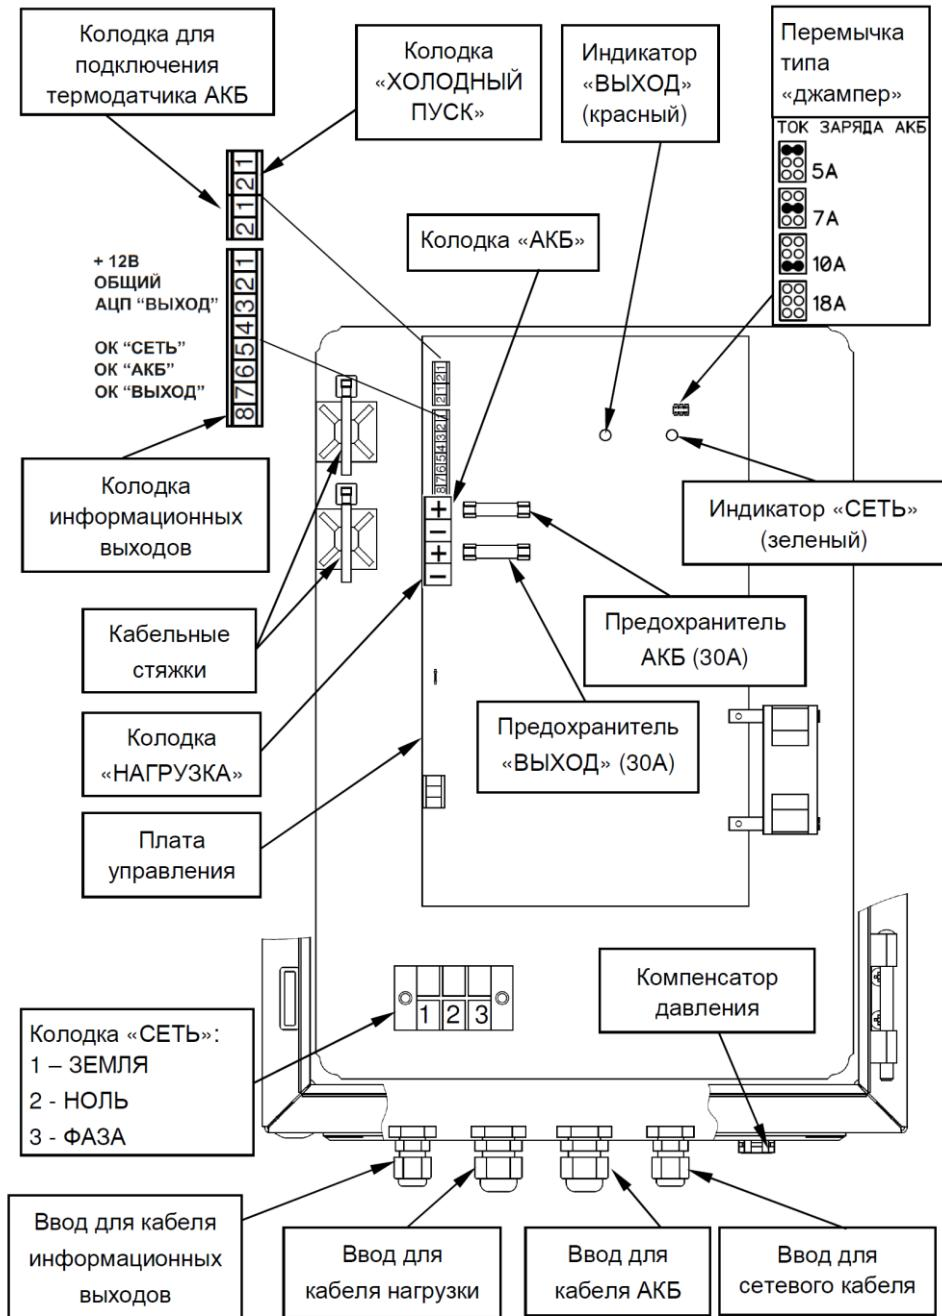

Рисунок 2. Вид изделия с открытой дверцей.
- возможность восстановления работоспособности изделия при подключении исправной и заряженной АКБ и отсутствии напряжения питающей сети («холодный запуск») путем кратковременного замыкания контактов соответствующей колодки (см. рисунок 2);
**Изделие обеспечивает ограничение тока заряда АКБ.** Выбор одного из четырех значений ограничения тока заряда АКБ осуществляется установкой/удалением соответствующей перемычки типа «джампер» (см. рисунок 2) в соответствии с рекомендациями таблицы 2.
Не светится	Выход «НАГРУЗКА» отключен: - АКБ отсутствует или - напряжение на клеммах АКБ менее 10,5 В, или - неисправен предохранитель АКБ (см. рисунок 2)